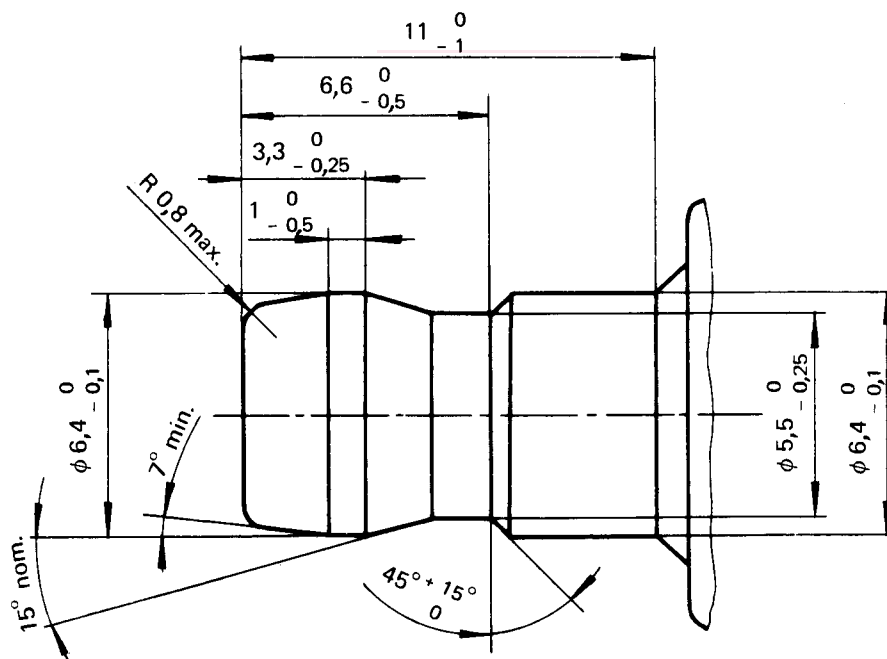

FIG. 2 - Borne monobloc (Détail A de la Fig. 1)
3.1 Borne (voir Fig. 2 et Annexe)